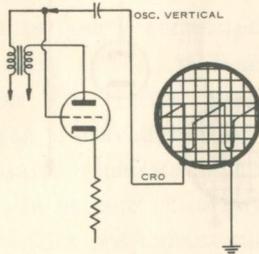

Fig. 8.
On continue la vérification des circuits de synchronisation en connectant le CRO, synchronisé à 60 cycles, à la sortie de l'oscillateur vertical (figure 8). Si la forme de l'onde ne correspond pas à celle du manuel de service, il faudra vérifier les composants de ce circuit (voltage, résistances, condensateurs, inducteurs) sans oublier le circuit d'intégration. Ensuite on vérifie l'amplificateur de sortie verticale; ici encore la forme de l'onde déterminera si cet étage fonctionne correctement (figure 9). Il restera à voir si les bobines de déflexion verticale fonctionnent normalement. Si elles sont ouvertes, on notera l'absence de déflexion verticale. La figure 10 (A) démontre quelle image se tracera sur l'écran du kinescope. Si les bobines sont court-circuitées, on observera une réduction de la déflexion verticale (figure 10 (B)). Les circuits nécessaires à la synchronisation horizontale peuvent être vérifiés de la même manière (figure 11 (A) et 11 (B)).